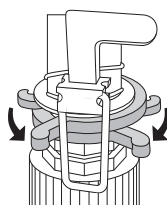

Fig. 7
- ♦ For at reducere vandstrålens spredning skal du gøre afstanden mellem de to begrænsnings-klips ❹ mindre (se fig. 7).